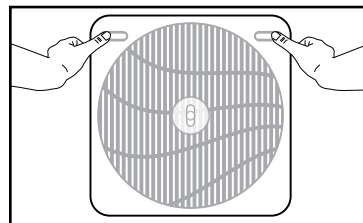

Fig. 7
1. Abra la rejilla trasera empujando suavemente las lengüetas de liberación hacia el exterior de la unidad. Vea la Fig. 7.